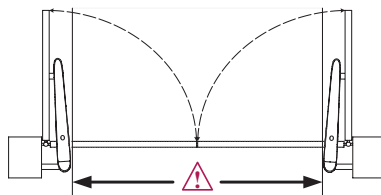

Рисунок 7. Ширина проезда при открытии ворот наружу
- учтите, что при открытии створок наружу ширина проезда может быть уменьшена, так как приводы выступают в сторону проезда (рис. 7).